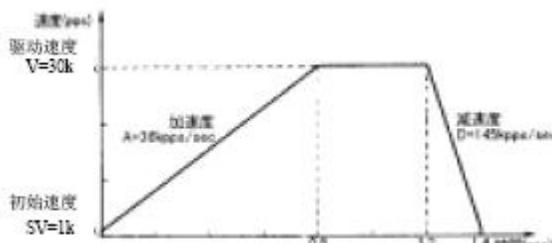
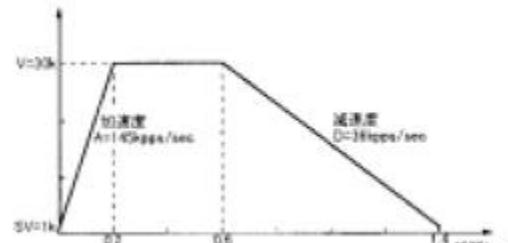

图 2.2.5 非对称直线加减速驱动(加速度&lt;减速速度)
图 2.2.6 非对称直线加减速驱动(加速度&gt;减速速度)
往垂直方向移动对象物时, 对对象物有重力加速度的负担, 所以在这样加速度和减速速度不同的非对称直线加减速的定量驱动中, 最好变更上下移动的加速度和减速速度。此 IC 可以运行自动减速, 事先不用设定手动减速点。图 2.2.5 是减速速度比加速度大的例子, 图 2.2.6 是加速度比减速速度大的例子。在这样的非对称的直线加减速中数据输出脉冲数 (P) 和各速度参数可以在 IC 内部计算减速开始点。
- 加速度>减速速度(图 2.2.6)时, 加速度和减速速度的比率有下述的条件。
- 加速度>减速度(图 2.2.6)时，加速度 Acceleration 和减速度 Dcceleration 的比率越大拖延脉冲越多 (Acceleration/Dcceleration=10 倍时，最大 10 脉冲左右。为了改善拖延脉冲问题，①增加初始速度，②在加速计数器偏移上设定负数值。)